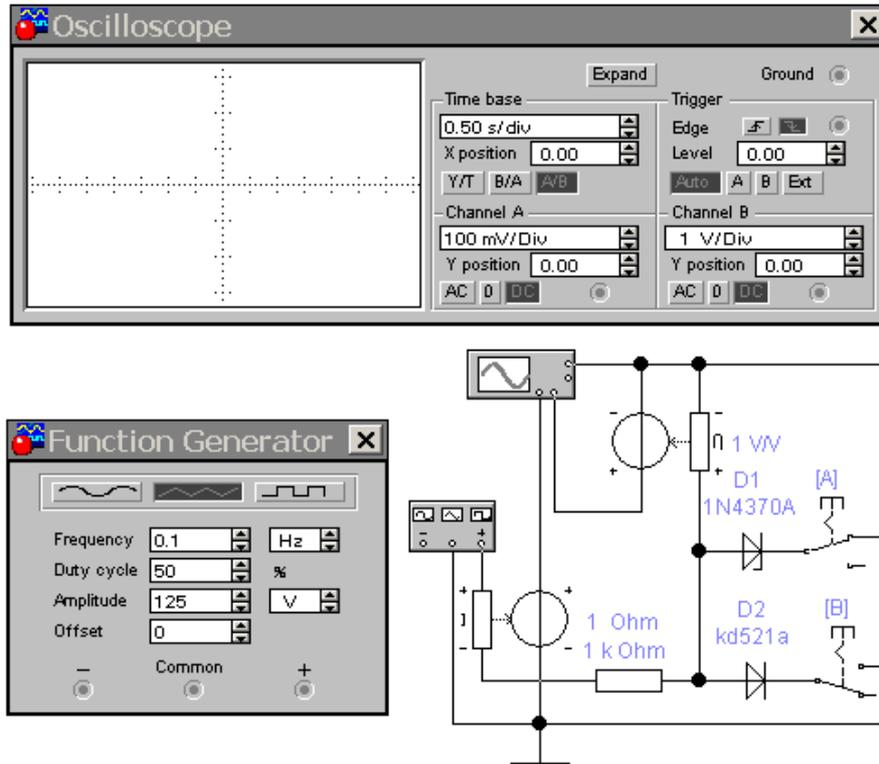

Рисунок 9.14 – Схема измерения ВАХ диодов с помощью осциллографа
9.4.6 Открыть файл ПДЗ.ewb со схемой, показанной на рис. 9.14.